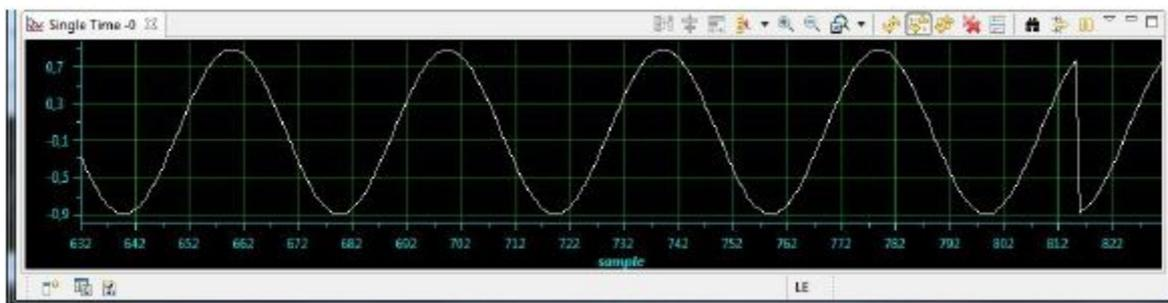

图 6-6-3
⑤屏幕底部应该出现一个图形窗口。如果需要,可通过单击  按钮更改图形属性。
⑥单击“Run -> Resume (目标 ->运行)”。该图形应该以 16 个样本为一组分批更新。
⑦要查看 `output` 数组的实际值,请单击“Watch (监视)”选项卡(应当在屏幕右上角部分),然后单击“New (新建)”。键入 `output` 并展开此数组以显示其中的所有值。这些值以 16 位带符号整数输出,因此可通过调整 Q 值使其标准化:在“Watch (监视)”窗口中选择所有值,右键单击并选择“Q-values -> Q-value(15) (Q 值 -> Q 值(15))”如下图 6-6-3 所示: